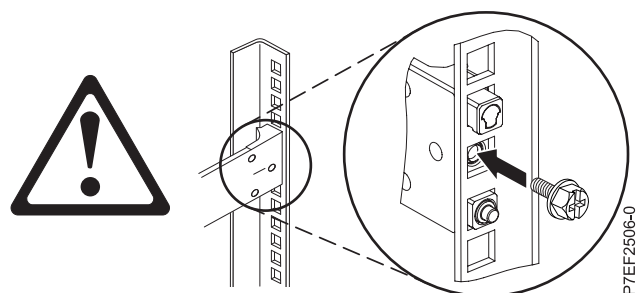

Figura 4. Reinstalando o Parafuso
4. Reinstale o parafuso que foi removido na etapa anterior, conforme mostrado na Figura 4.